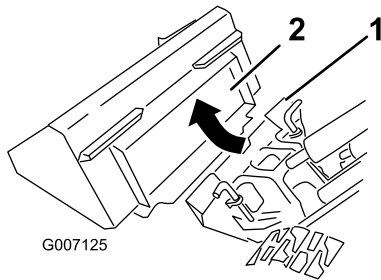

Figure 31
4. Placez la plaque de montage dans le bord supérieur de la plaque réceptrice de l'accessoire (Figure 31).